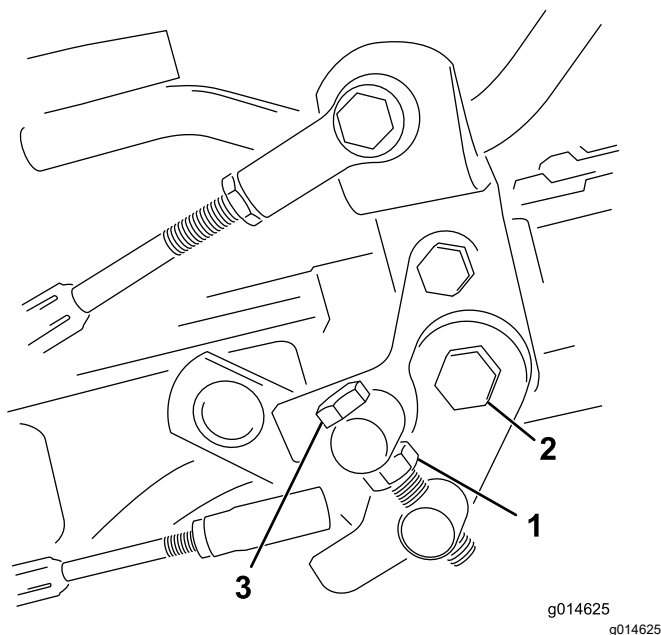

Figura 46
1. Afloje la contratuerca del tornillo de caperuza del muñón (Figura 46).
4. Apriete la contratuerca del perno del muñón y la tuerca de la articulación del pedal para bloquear el ajuste (Figura 46). Compruebe el funcionamiento, y vuelva a ajustar si es necesario.